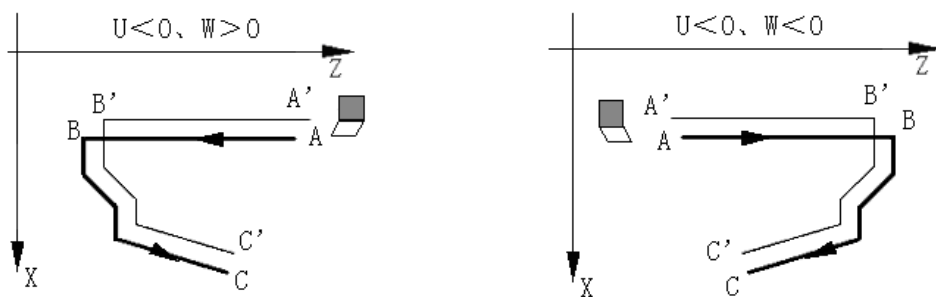

图 4-39
- 2) 留粗车余量时坐标偏移方向：指令①的 U、W 反应了精车时坐标偏移和切入方向，按 U、W 的符号有四种不同组合，见图 4-39，图中：B→C 为精车轨迹，B'→C'为粗车轮廓，A 为起刀点。